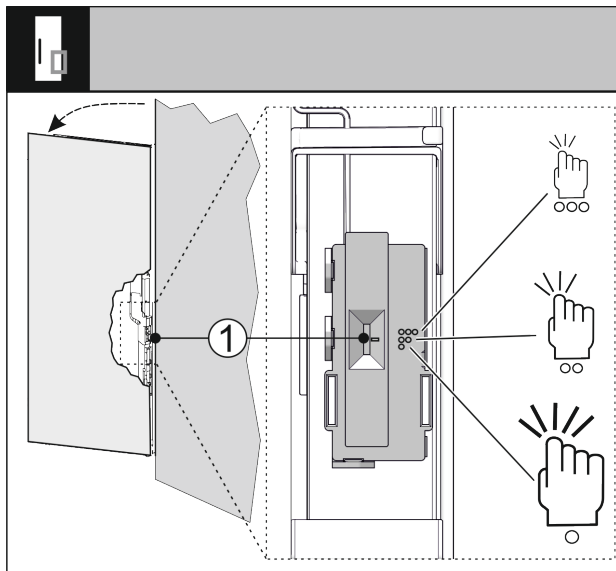

Fig. 36
Sie können die Empfindlichkeit des Klopfensors über einen Schalter Fig. 36 (1) einstellen. Der Schalter ist scharnierseitig am unteren Drittel der Tür.
- Schalter Fig. 36 (1) auf gewünschte Schalterstellung schieben.